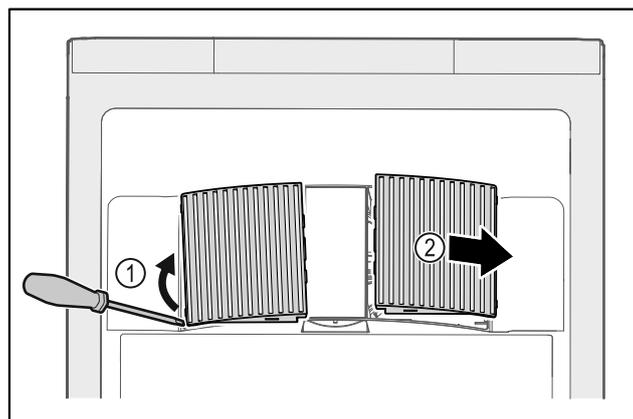

Fig. 105
- ▶ Осторожно подденьте крышки вентилятора сбоку Fig. 105 (1) и снимите их движением вперед Fig. 105 (2).